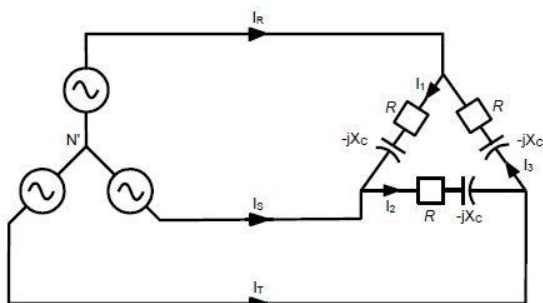

Figura 2.
2.2. Para el circuito de la figura 2, realice lo siguiente: